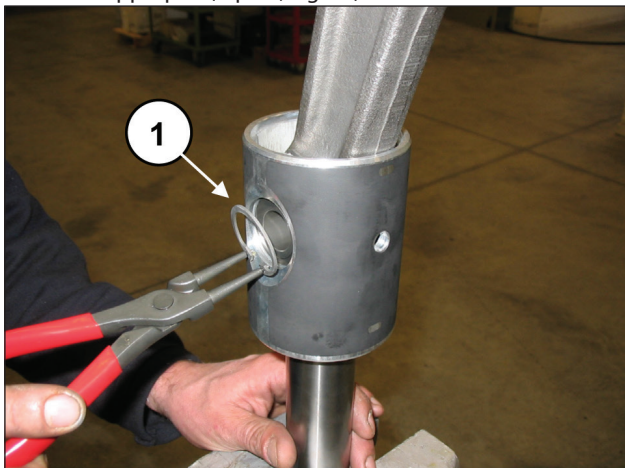
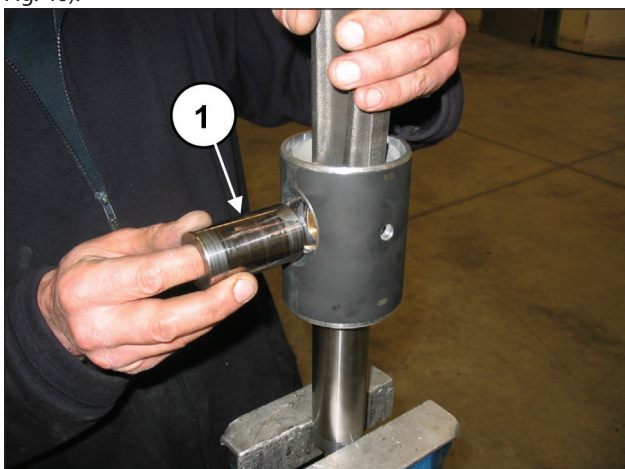
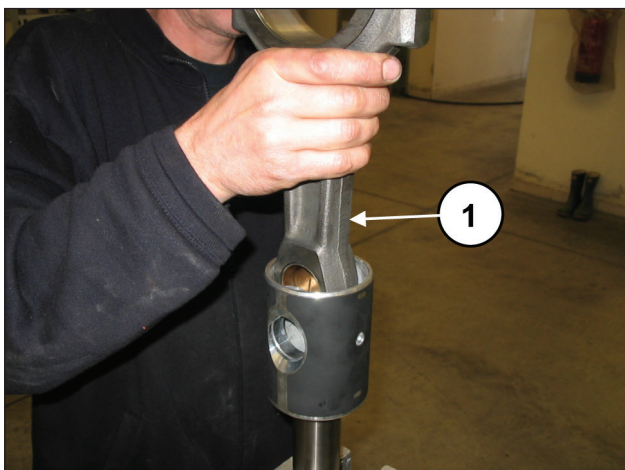

Fig. 44
Fig. 45
Fig. 46
Déposer les deux circlips de maintien de la goupille à l'aide d'un outil approprié (rep. ①, Fig. 44).
Dégager la goupille (rep. ①, Fig. 45) et extraire la bielle (rep. ①, Fig. 46).
Installer la bielle dans le guide de piston (rep. ①, Fig. 46), puis insérer l'axe de piston (rep. ①, Fig. 45). Appliquer les deux circlips d'appui à l'aide de l'outil approprié (rep. ①, Fig. 44). Désassembler les chapeaux des demi-bielles ; pour les accoupler correctement, suivre la numérotation présente sur un côté (rep. ①, Fig. 43).